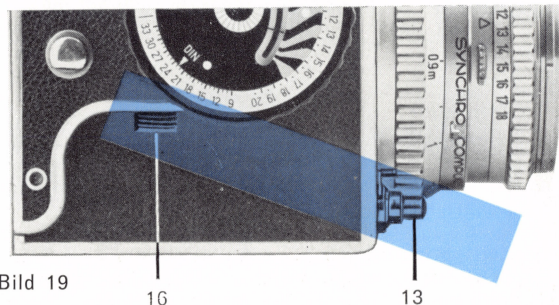

Bild 19
3. Sie haben den Hilfsverschluss und den Spiegel mit dem Schnellauslöser ausgelöst und vergessen, den Belichtungsvorgang durch Betätigung des Zentralverschlusses zu beenden, s. S. 20 Bild 19.